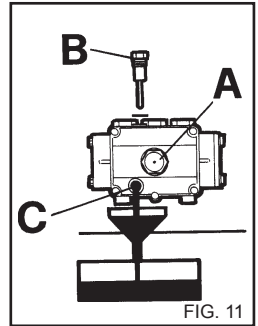

FIG. 11
- 2) Dévisser le bouchon de la jauge d'huile (fig. 11).